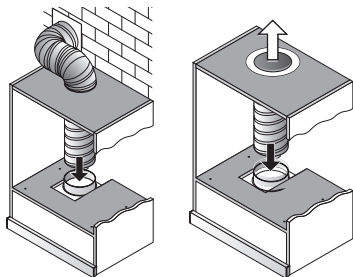

рис. 6.4
- Следите за тем, чтобы все соединения были крепкими и плотными (рис. 6.4).